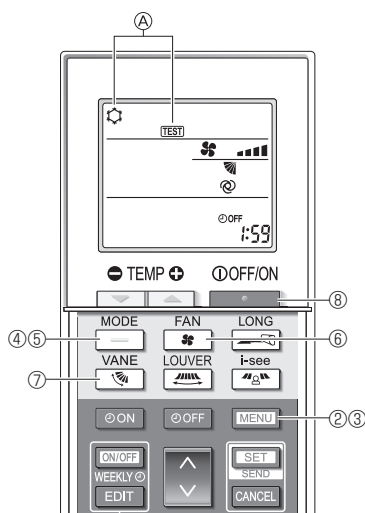

Fig. 7-5
- ① Mettez l'appareil sous tension au moins 12 heures avant l'essai de fonctionnement.
- ② Appuyez sur la touche **MENU** pendant 5 secondes. (Fig. 7-5) (Effectuez cette opération lorsque l'affichage de la télécommande est éteint.)
- ③ Appuyez sur la touche **MENU**. La mention **TEST** et le mode de fonctionnement en cours sont affichés. (Fig. 7-5)
- ④ Appuyez sur la touche **—** pour activer le mode refroidissement, puis vérifiez que de l'air froid est soufflé par l'appareil.
- ⑤ Appuyez sur la touche **—** pour activer le mode chauffage, puis vérifiez que de l'air chaud est soufflé par l'appareil.
- ⑥ Appuyez sur la touche **+** et vérifiez que la vitesse du ventilateur change.
- ⑦ Appuyez sur la touche **+** et vérifiez que l'aillette automatique fonctionne correctement.
- ⑧ Appuyez sur la touche **—** pour terminer l'essai de fonctionnement. (Après deux heures, un signal sera émis pour arrêter l'essai de fonctionnement.)